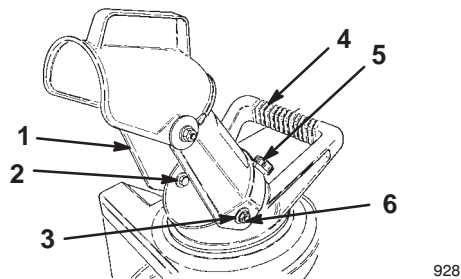

Figure 3
- Engagez les trous latéraux de l'éjecteur sur les deux boulons à tête hexagonale de chaque côté de la poignée de l'éjecteur (Fig. 3).
- Fixez l'éjecteur sur les boulons à tête hexagonale au moyen de deux rondelles et de deux contre-écrous (Fig. 3).
4. Vissez **fermement** le bouton sur la vis à l'arrière de l'éjecteur (Fig. 3).